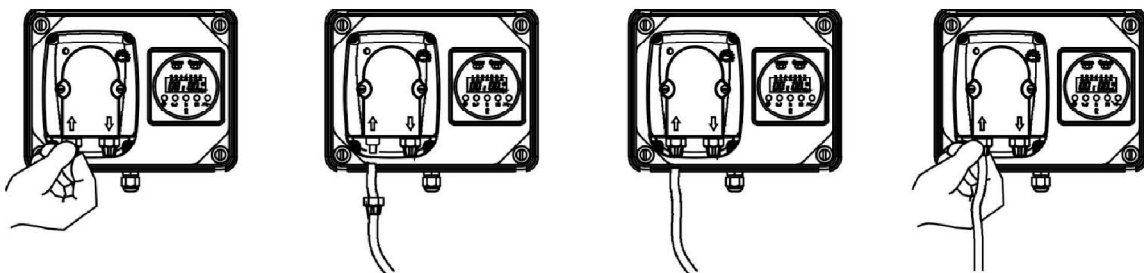

fig. 4
- 1) S'assurer qu'elle est débranchée du réseau électrique (les deux polarités) en retirant les conducteurs des points de contact du réseau en séparant les deux fils d'une distance minimum de 3 mm (fig. 4).
- d. - Fixer à fond les tubes sur les embouts coniques et les bloquer avec les écrous de fixation (fig. 4)